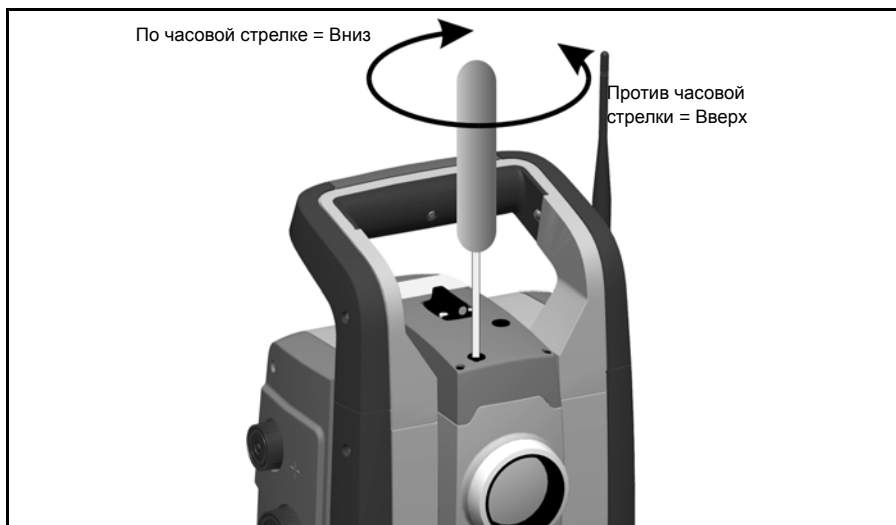

Рис. 4.32. Юстировка вертикального положения
2. Для корректировки вертикального положения лазерного пятна вставьте шестигранный ключ в юстировочный порт вертикального указателя и поверните, как показано на рис. 4.32.